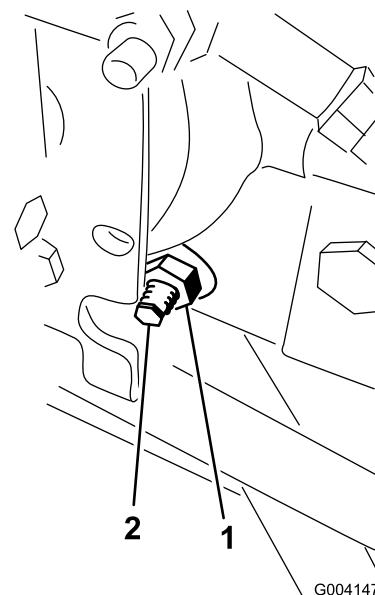

Figura 76
3. En el lado derecho del hidrostato, afloje la contratuerca de la leva de ajuste de tracción (Figura 76).